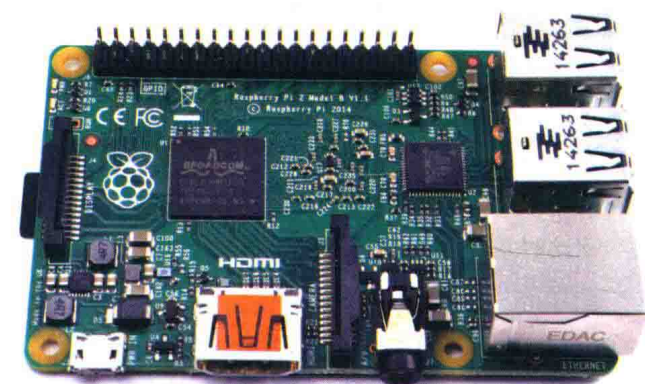

图 1-1 Raspberry Pi 2
对于刚开始接触电子元器件，但是却又能熟练使用计算机的这类人而言，Raspberry Pi 将会是一种比较熟悉的设备。Raspberry Pi (图 1-1) 和众多能够运行 Linux 系统的普通计算机相比，是非常小的一个版本。其拥有 USB 接口，方便人们连接到键盘和鼠标，同样可以连接到显示器或电视进行 HDMI 视频输出和音频输出。
- Raspberry Pi 有一排通用输入 / 输出 (GPIO) 引脚，允许直接连接电子元件（引脚在图 1-1 的左上部分。通过这些引脚，你可以控制 LED 灯、显示器、电机，以及之后在这本书中你会使用到的所有不同类型的输出设备）。